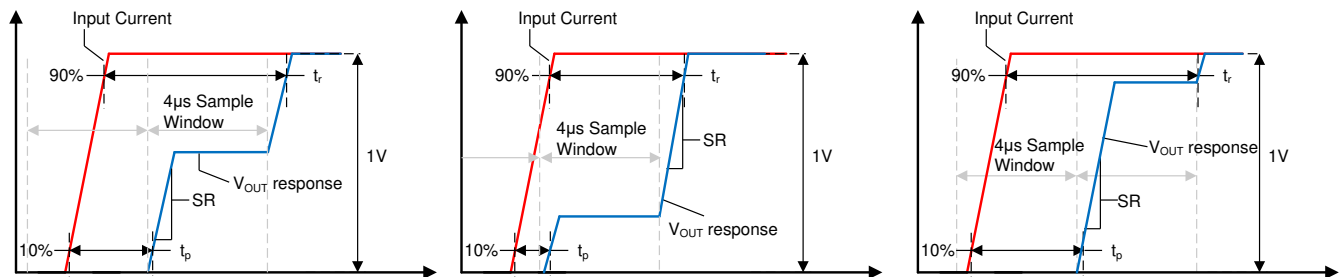

図 7-3. 小電流入力ステップの過渡応答
スルーレート (SR) は、図 7-3 に示すように、単一積分ステップの出力遷移における V_{OUT} の変化率として定義されます。デバイスは多くの場合、最終値の 90% への完全なセトリングに達するために 2 つのサンプリング時間を必要とするため、このスルー レートは全出力スイングの 10% から 90% までの遷移時間とは一致しません。
伝搬遅延は、入力電流波形が最終値の 10% に達してから、 V_{OUT} が最終値の 10% に達するまでの時間です。この伝搬遅延時間は、入力電流ステップの整列と、TMCS1100 のサンプリング期間に大きく依存します。いくつかの異なるサンプリング期間の例を、図 7-3 に示します。
応答時間は、出力で 1V の遷移を引き起こすのに十分な入力電流ステップについて、入力電流が最終値の 90% に達してから、出力が最終値の 90% に達するまでの時間です。3 つの異なる時間における TMCS1100 の応答時間を、図 7-3 に示します。1 つのサンプリング ウィンドウの開始時にステップ入力が発生しない限り、応答時間には 2 つのサンプリング間隔が含まれます。